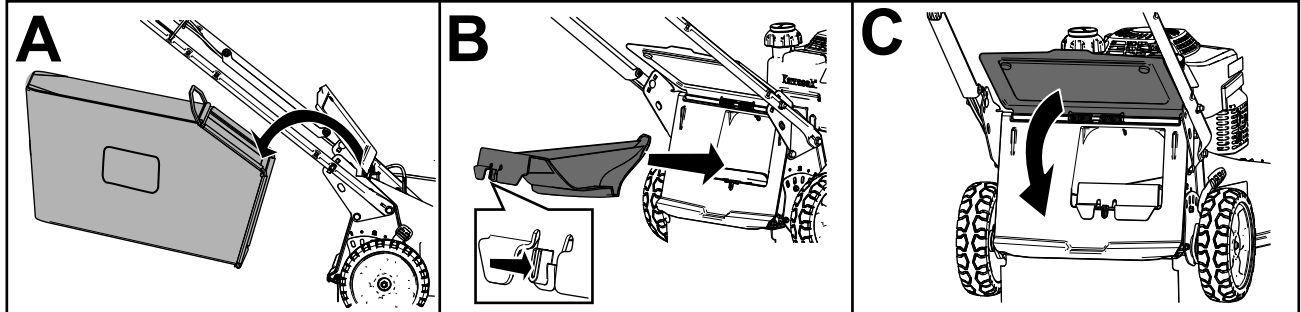

Figure 16
- Si le bac à herbe est installé, déposez-le; (A de Figure 16).
- Si l'obturateur d'éjection arrière n'est pas installé, saisissez-le par la poignée, relevez le volet arrière et insérez l'obturateur dans la goulotte d'éjection arrière jusqu'à ce que le dispositif de verrouillage s'enclenche en position (B de Figure 16).
3. Sortez la tige du bac à herbe des crans à la base du guidon (A de Figure 16).
4. Installez l'obturateur d'éjection (B de Figure 16).
5. Abaissez le déflecteur arrière (C de Figure 16).